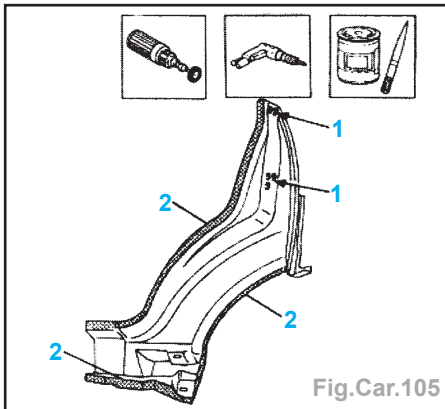

Fig.Car.105
- Effectuer des trous (1) appliquer un apprêt électro-soudable (2) (Fig.Car.105).